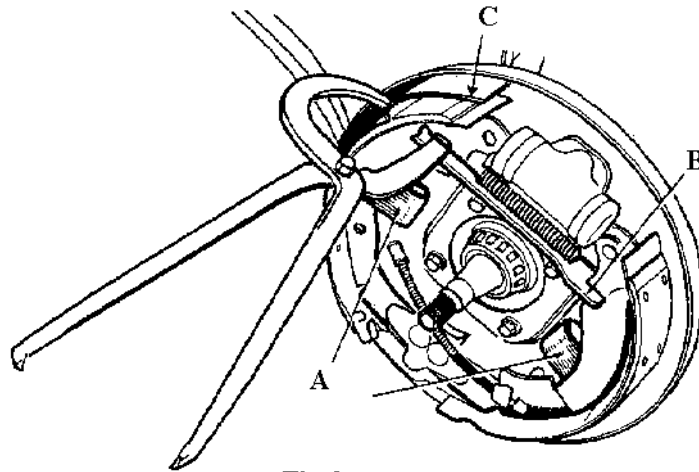

Fig 3
- Décrocher le ressort de rappel supérieur à l'aide d'une pince spéciale (fig 3) -